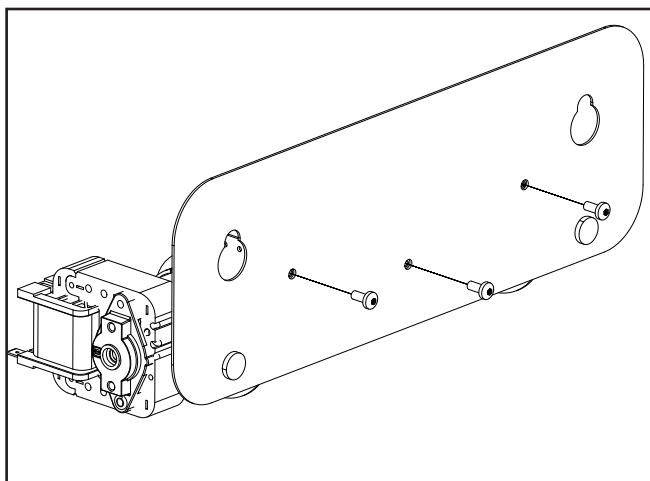

Figure 32: Retrait du ventilateur
3. Détachez le ventilateur des supports en caoutchouc et retirez le support du ventilateur à l'arrière du ventilateur en desserrant les trois (3) vis T20 qui le maintiennent en place (Figure 32).